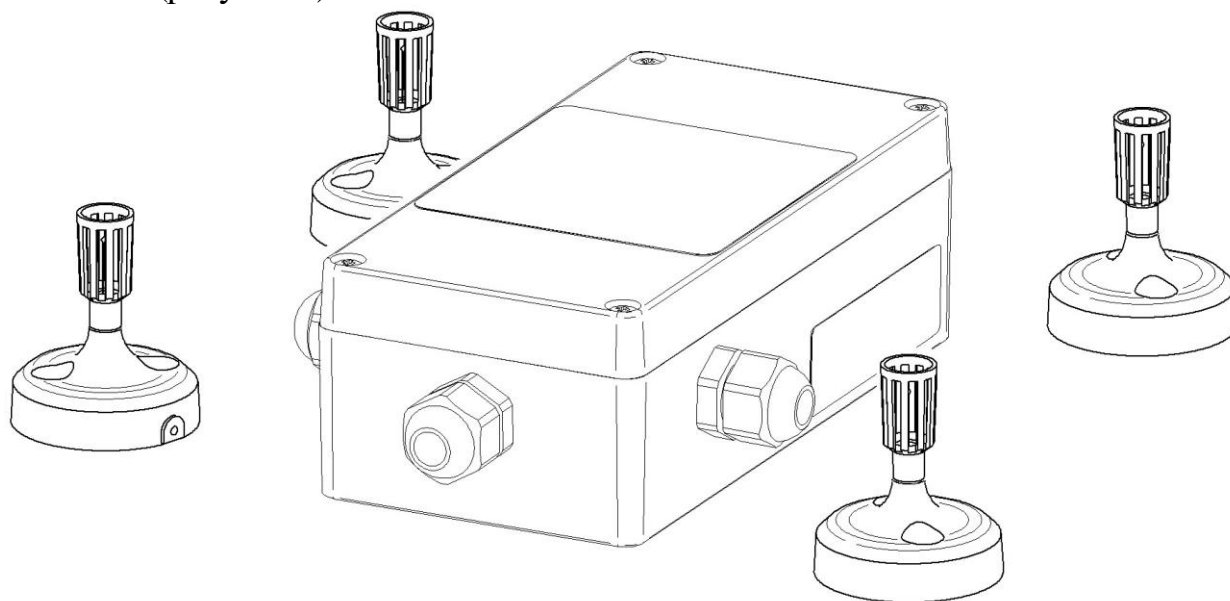

Рисунок 1 – Внешний вид устройства
2.1 Устройство состоит из электронного блока и четырёх датчиков выносных тепловых (рисунок 1).